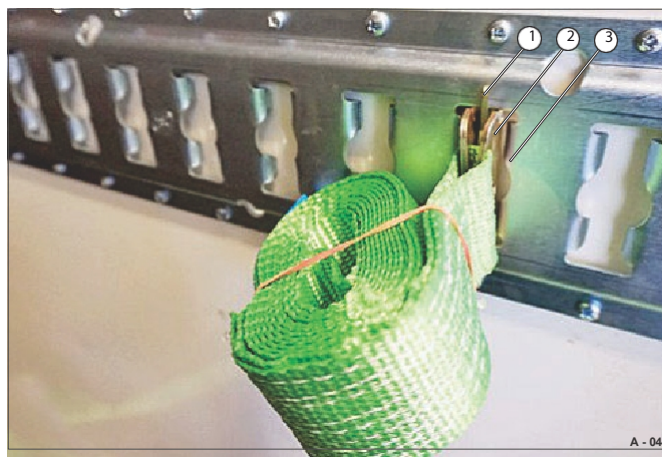

Fig. 44 Fäst spännbandet
- Tryck in säkerhetsspärren (Fig. 44/1) och för in insatsstycket (Fig. 44/2) i det rektangulära spåret (Fig. 44/3).